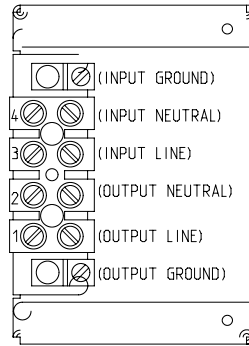

Abbildung 18. Klemmenleiste
6. Die Eingangs- und Erdungsleitungen gemäß Abbildung 18 und Tabelle 1 an der Klemmenleiste anschließen.
7. Die Ausgangs- und Erdungsleitungen gemäß Abbildung 18 und Tabelle 1 an der Klemmenleiste anschließen.